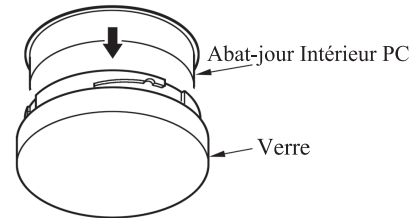

FIG.22
- Placez la visière PC blanche intérieure dans la visière transparente extérieure. (Voir fig.22)